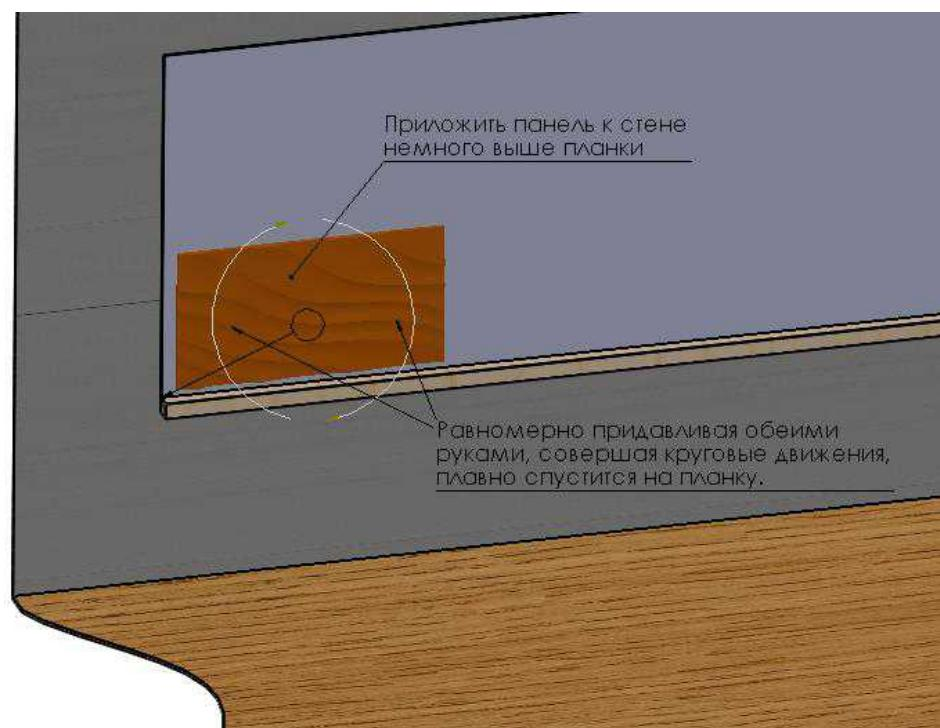

Рис. 5
2.8. Облицовка стен панелями. Панель с нанесенным kleевым раствором следует плотно прижать к стене, и, перемещая панель круговыми движениями, добиться полного пятна контакта с поверхностью (рис. 5). Для облегчения последующей маскировки шва шпатлевкой, между панелями использовать крестики для плитки с шириной колена 2-3мм. Перепад высот между панелями должен быть не более 1мм.